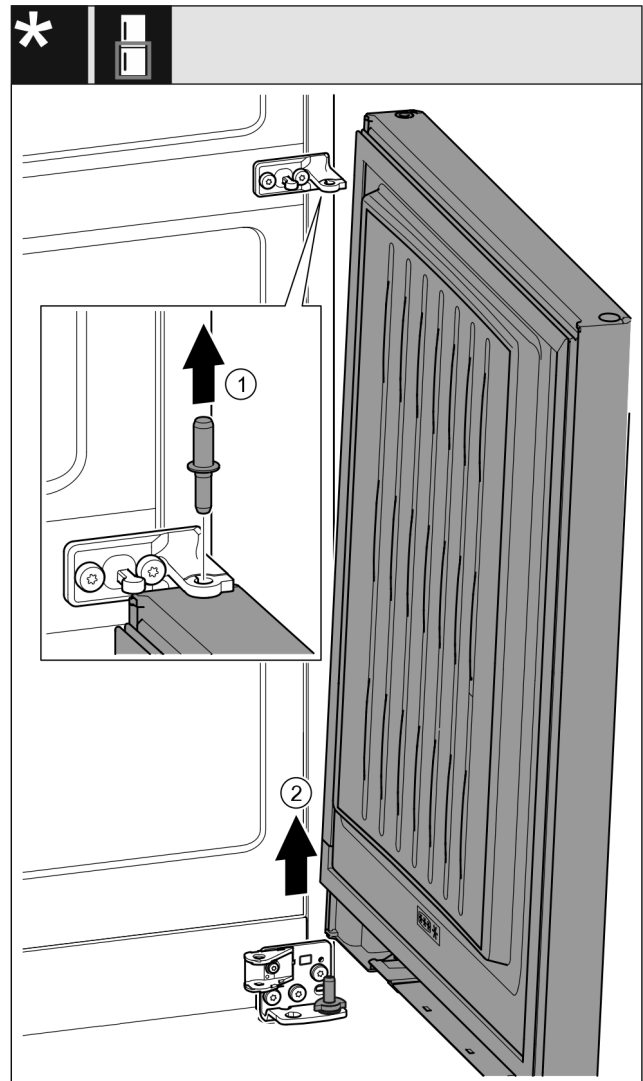

Fig. 26 *
- ▶ 向上拉出螺栓 Fig. 26 (1)。*
- ▶ 冰箱门 Fig. 26 (2)向外旋转，向上拉出后放在旁边。*